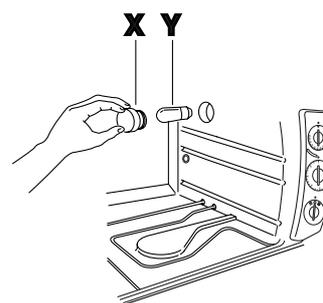

fig. 13
- retire o vidro de protecção (X) desapertando-o no sentido contrário ao dos ponteiros do relógio e substitua a lâmpada (Y) por outra do mesmo tipo. (consulte a fig. 13). Aperte novamente o vidro de protecção (X).